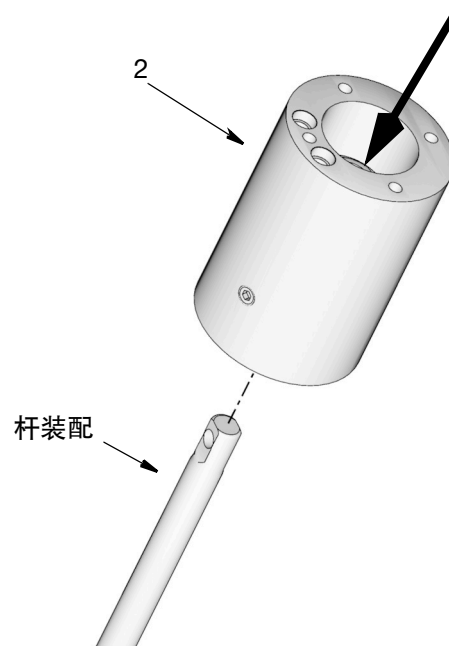

图 32
19. 拆下入口密封 (207) 和 (206), 将它们丢弃。使用包括在套件中的新零配件进行重装。
20. 使用锤子或橡皮锤将杆组件敲打出泵适配器 (2), 方向如图 32。